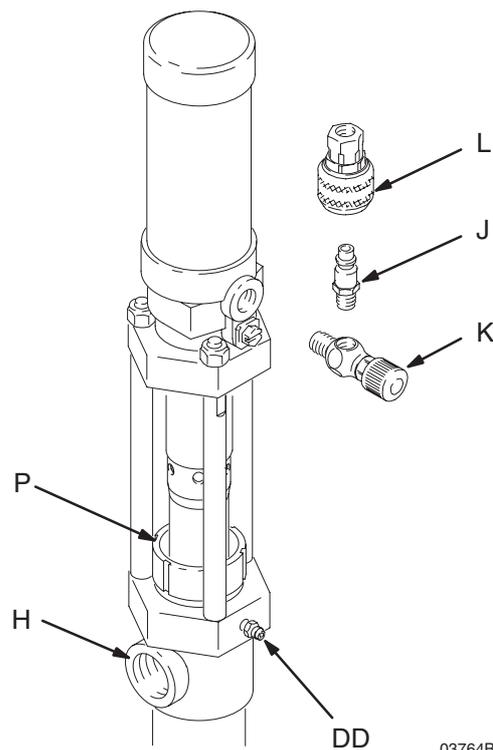

Fig. 5
Remplir à moitié la coupelle de presse-étoupe (P) de liquide lubrifiant Graco TSL ou d'un solvant compatible et la maintenir toujours à moitié pleine afin d'éviter que du produit ne sèche sur la tige de piston et n'endommage les joints de presse-étoupe. Voir Fig. 5.
Lubrifier fréquemment les joints de presse-étoupe en cas de pompage d'un liquide non lubrifiant, ou si la pompe doit rester arrêtée plus de quelques jours. Certaines pompes disposent d'un raccord graisseur (DD) à cet effet. Voir Fig. 5.
Vérifier régulièrement le serrage de l'écrou de presse-étoupe (P). Décompresser, puis serrer (sans exagérer) pour empêcher toute fuite. Voir Fig. 5. S'il n'est pas possible de colmater la fuite, remplacer les joints de manière à prévenir tout risque de contact avec le produit pompé.